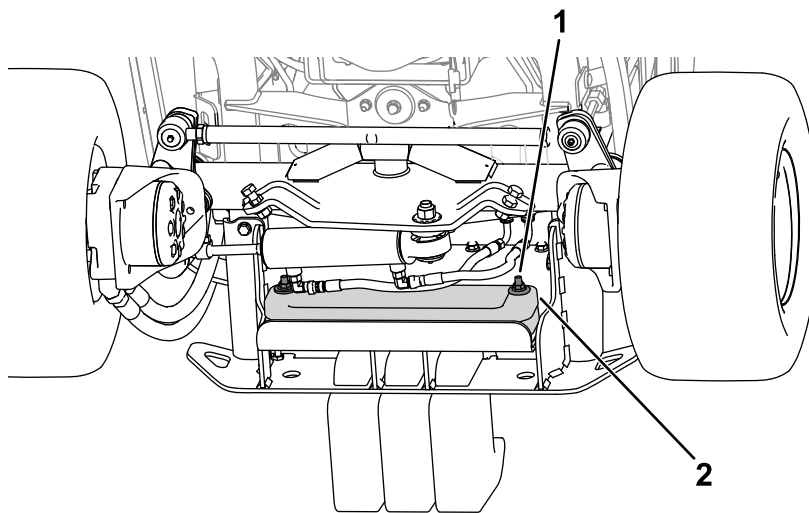

Figura 21
2. Utilize as ferragens para prender os pesos ao para-choques (Figura 21).